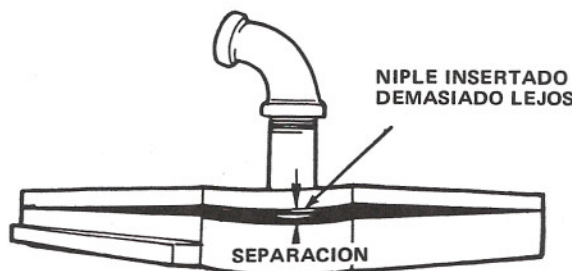

Fig. 19
10. Asegurarse que el tubo o niple de la entrada de aire conectado al hueco roscado en la placa de respaldo *no está* enroscado mucho en la placa de respaldo. Si este niple de entrada de aire se extiende más allá del fondo de la superficie evitará que la almohadilla de sellado ajuste *plana* con la placa de respaldo. Ver la ilustración de la fig. 19.